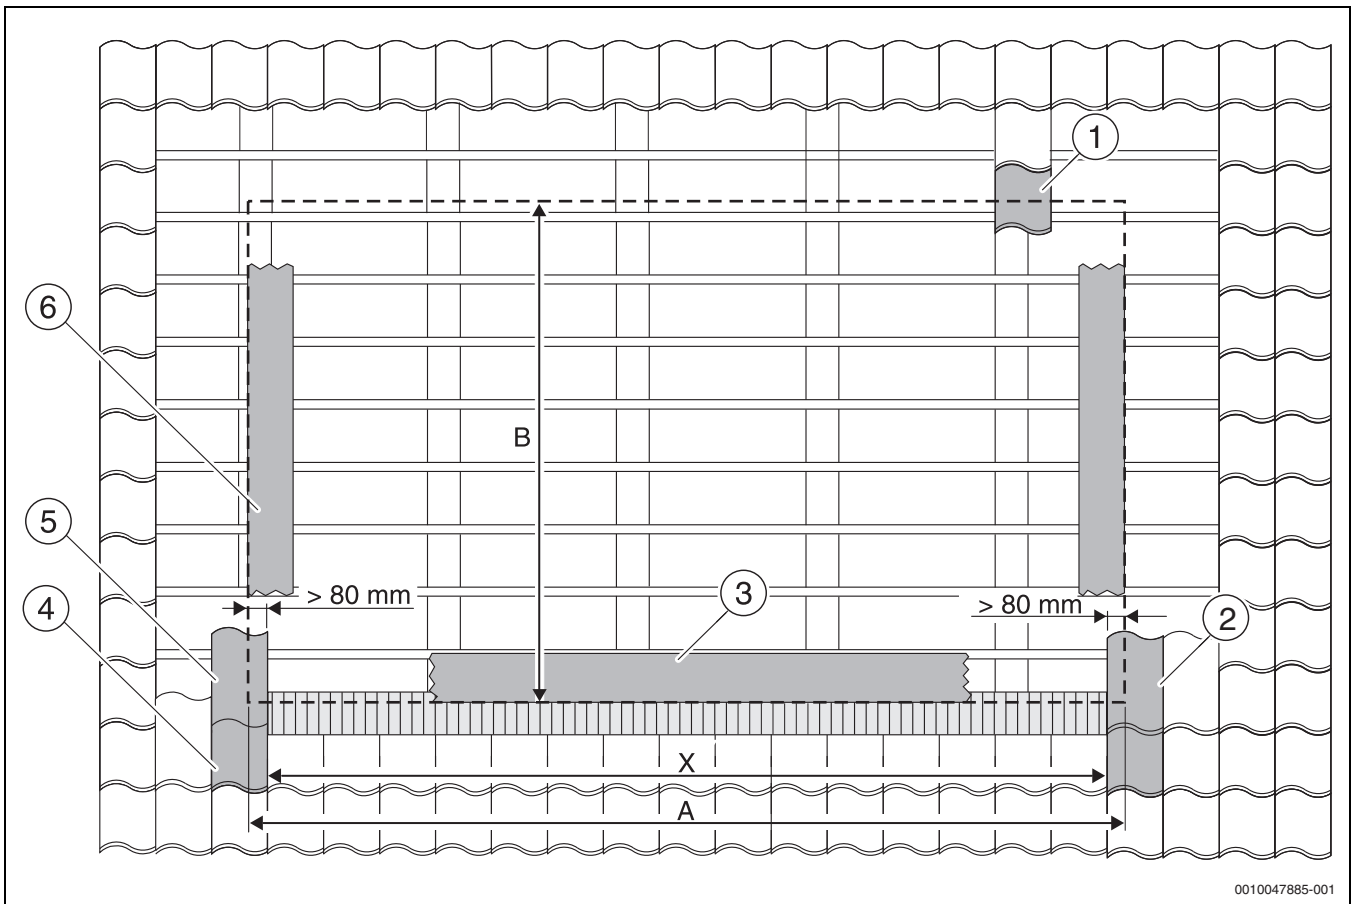

Bild 17 Lage des Kollektorfelds
- Maß X auf das Dach übertragen und linke Dachziegelreihe (→ Bild 17, [5]) festlegen.
- Rechte Dachziegelreihe (→ Bild 17, [2]), die bei Bedarf später beim Eindecken geschnitten werden muss, festlegen.
- Unter Berücksichtigung von Maß B untere Dachziegelreihe (→ Bild 17, [4]) festlegen.
- Obere Dachziegelreihe, die bei Bedarf später beim Eindecken geschnitten werden muss, (→ Bild 17, [1]) festlegen.